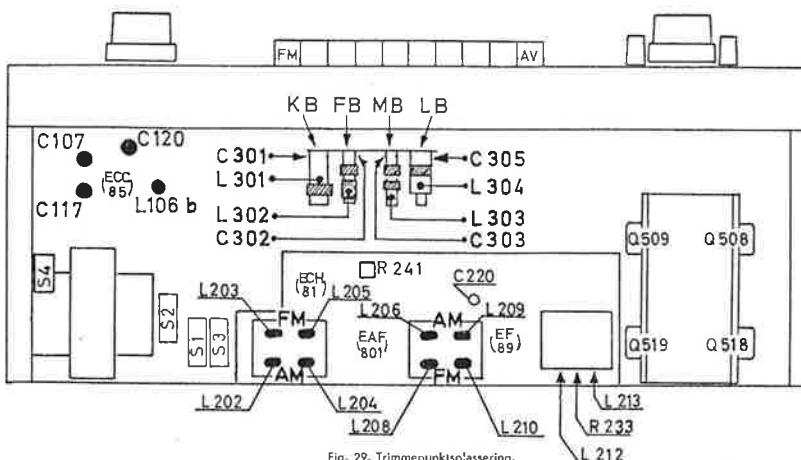

Fig. 29. Trimpunktsplassering.
- Trimmepunkt: se fig. 29 og 30.